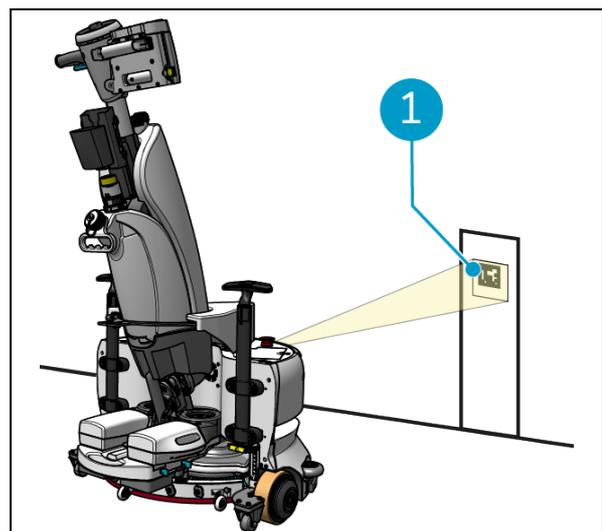

Figure 27
1. Positionnez l'i-walk à environ 30 cm devant le code QR (Figure 27, pos. 1). Le bouton Teach Repeat clignote en bleu lorsque le code QR est reconnu.